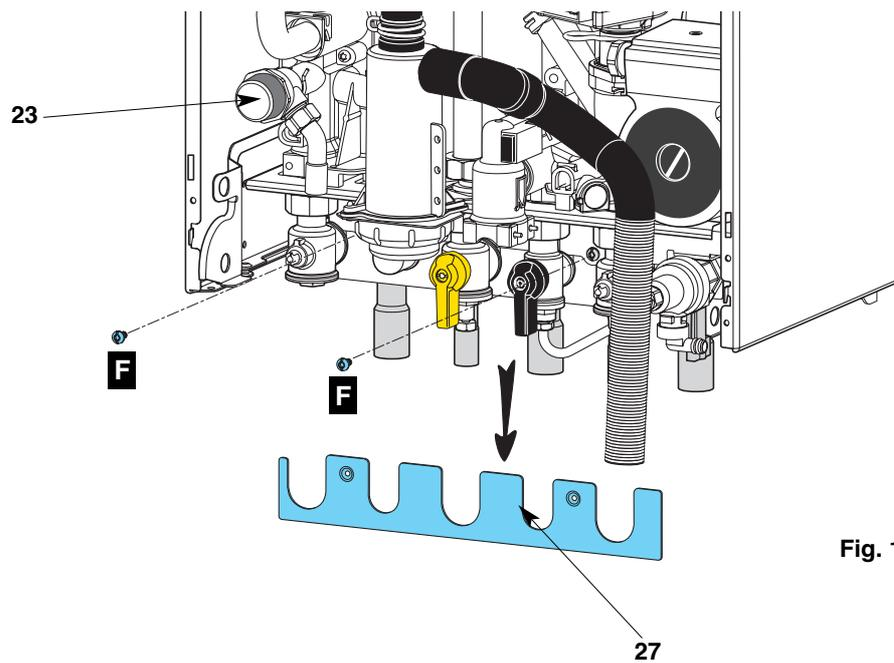

Fig. 10
- effectuer les raccordements eau et gaz avec les différents joints nécessaires (joint caoutchouc **H** sur le gaz), positionner le filtre métallique **G** dans le raccord retour chauffage. Pour faciliter ces raccordements, il est possible de retirer la tole rep. **43** (fig. 10) après avoir ôté les 2 vis **F** et desserrer les écrous tôle de fixation des robinets. Ceci peut être fait avant ou après l'accrochage de l'appareil.
L'orifice de vidange de la soupape de sécurité **23** et du disconnecteur **41** doivent obligatoirement être raccordé à une canalisation d'eau usée (fig. 10).